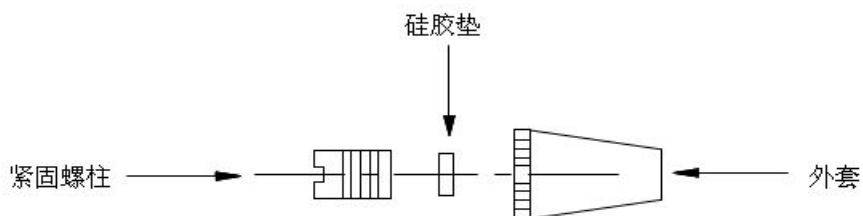

图4-4 进样塞装配图
2) 将乳白色硅胶垫装入旋塞，用紧固螺柱均匀旋入（见图4-4）。